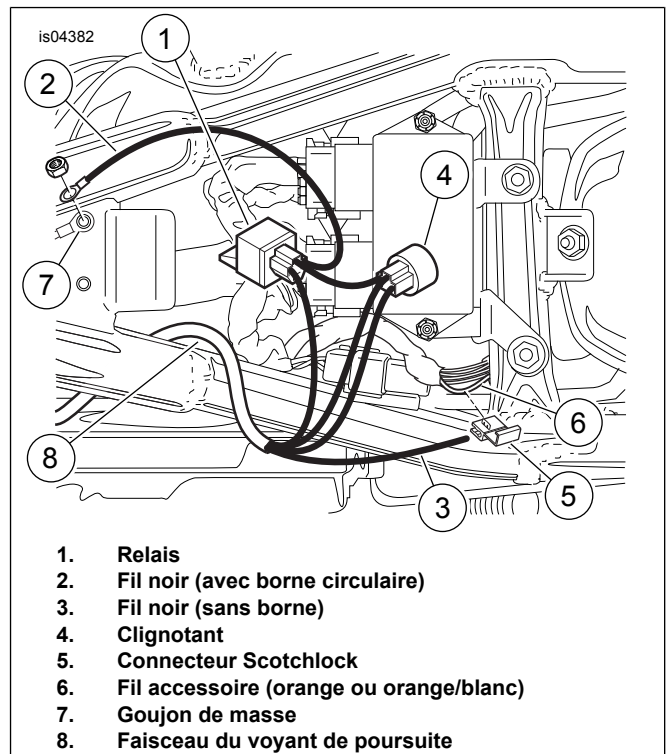
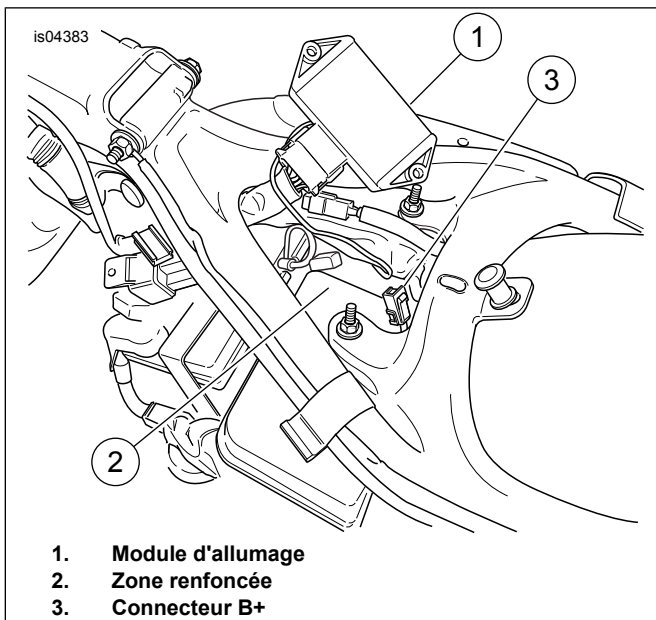
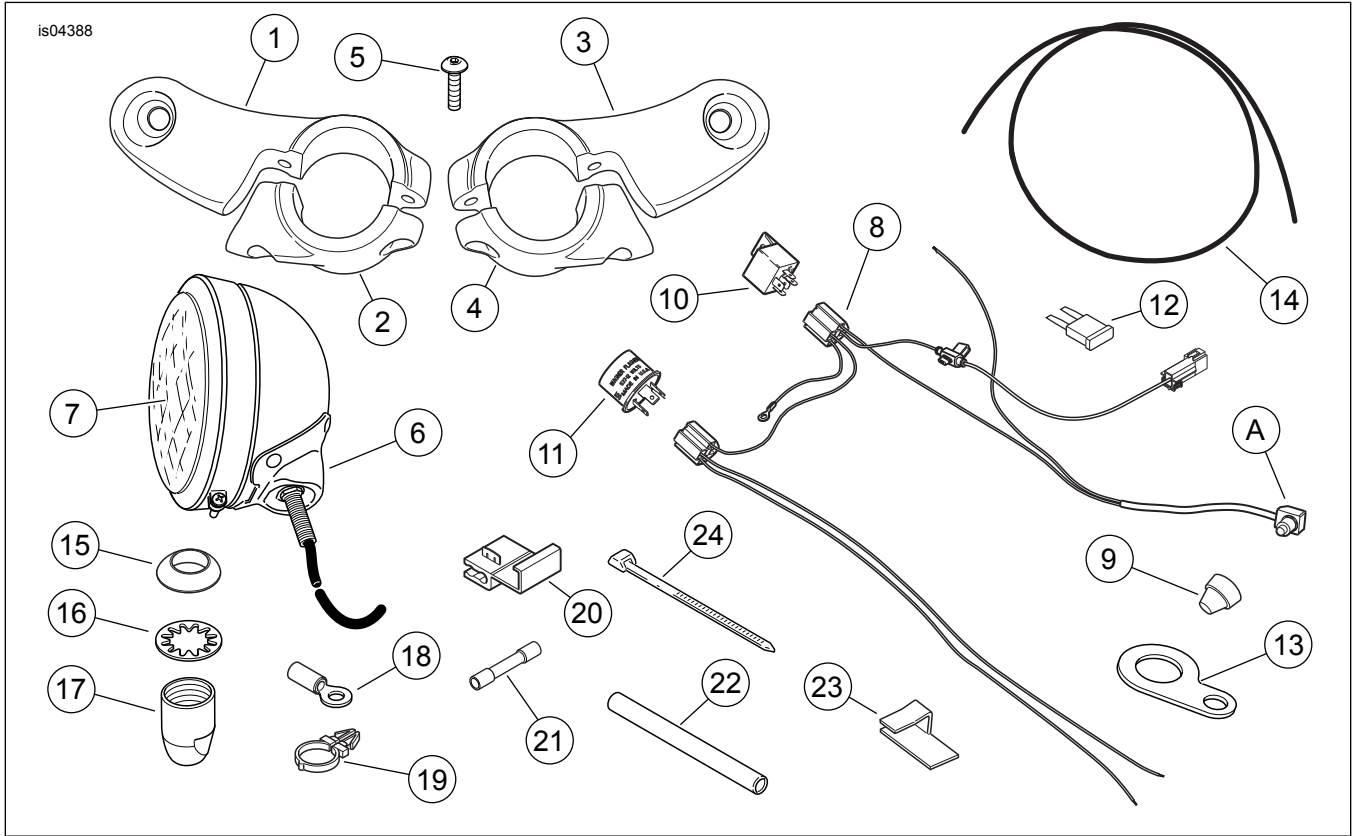

Figure 4. Pose du faisceau de fils (modèles jusqu'à 2003).
Figure 5. Pose du faisceau de fils (modèles à partir de 2004)
Figure 8. Pièces de rechange, kit de voyant de poursuite
4. Voir Figure 8. Prendre dans le kit les supports de montage du voyant (1 et 3), les colliers (2 et 4) et quatre vis à tête bombée (5).
6. Voir Figure 8. Prendre dans le kit les ensembles de voyant de poursuite (6), deux gaines (14), les blocs de serrage (15), les rondelles-freins (16) et les dispositifs de retenue (17).
10. **Pour les modèles jusqu'à 2003** : Voir Figure 4. Installer le faisceau de fils (8). Placer le relais (1) et le clignotant (4) dans l'ouverture située sous le logement de siège, et faire passer le raccord long du faisceau (8) le long du tube central du cadre. **Pour les modèles à partir de 2004** : Voir Figure 5. Retirer les écrous de retenue du module d'allumage (1) et repositionner temporairement le module comme indiqué. Placer le relais dans la zone renforcée (2) du réservoir d'huile. Installer le module d'allumage. Acheminer le long branchement du faisceau le long du tube central du cadre.
11. **Pour les modèles jusqu'à 2003** : Voir Figure 4. Couper le connecteur du fil d'alimentation blanc (6) et le remplacer par la borne circulaire (Figure 8, 18) fournie dans le kit. Connecter le fil blanc avec la borne circulaire à la borne du goujon en cuivre (BAT) sur le disjoncteur principal. **Pour les modèles à partir de 2004** : Voir Figure 5. Connecter la prise mâle du fil blanc à la prise femelle B+ (3), sur le faisceau de fils.
12. **Pour TOUS les modèles** : Voir Figure 4. Connecter le fil de masse noir avec la borne circulaire (2) au goujon de masse (7) sous la selle ou à toute bonne connexion de masse électrique. Attacher le faisceau du kit de voyant de poursuite aux faisceaux adjacents, à l'aide des serre-câbles fournis dans le kit.
14. Voir Figure 8. Déposer la gaine (9) du commutateur de feu (A) et installer le commutateur dans le support de montage (13), fourni dans le kit. Monter la gaine sur le commutateur.
16. Fixer le branchement du commutateur de feu du faisceau du voyant de poursuite sur le guidon, en utilisant les retenues de faisceau de fils **neuves** (Figure 8, 19), si nécessaire. Mettre en place d'un coup sec les retenues dans les trous du guidon.
17. Voir Figure 4. Mettre en place le fil noir sans borne circulaire (3) à un emplacement adéquat, sous la selle, et l'épisser avec le fil du circuit des accessoires, sur le faisceau de fils du véhicule, en utilisant le connecteur Scotchlok® (Figure 8, 20).